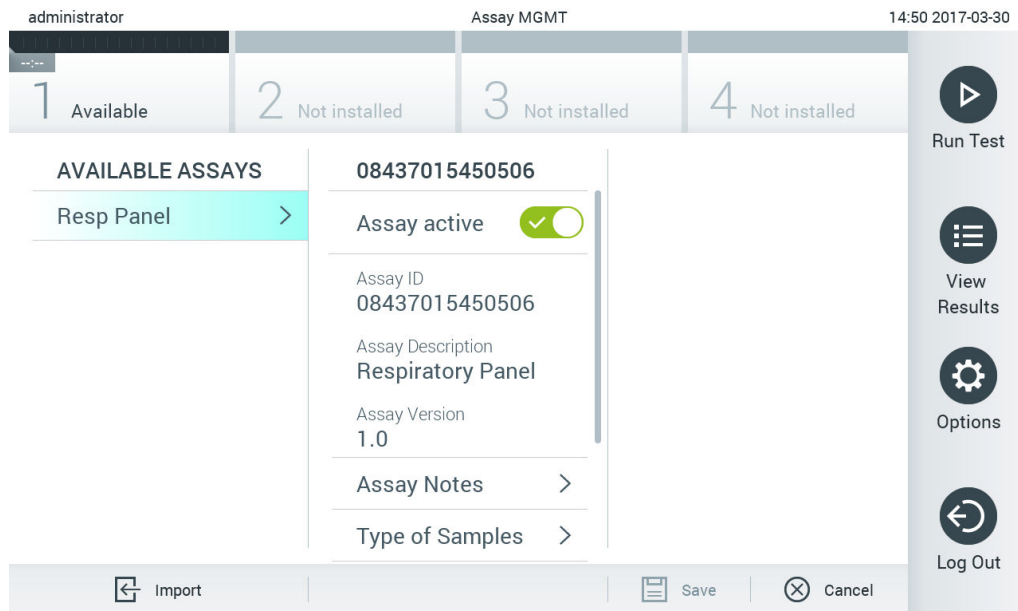

Figura 65. Gerenciando ensaios disponíveis.
1. Pressione o botão Options (Opções) e o botão Assay Management (Gerenciamento de ensaios) para acessar a tela Assay Management (Gerenciamento de ensaios). Os ensaios disponíveis são listados na primeira coluna da área de conteúdo (Figura 65).